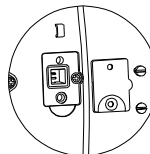

Figura 4-2. Piedini LFT.
2. Rimuovere il coperchio di sicurezza sotto la bilancia e accedere ai due piedini situati in un alloggiamento (vedere la Figura 4-2). Accorciare i piedini (è possibile utilizzare un cacciavite a lama piatta) e contemporaneamente accendere la bilancia. La bilancia esegue la procedura di avvio, quindi nel display viene visualizzato lo stato corrente [LFT OFF] (LFT OFF, sbloccato) o [LFT ON] (LFT ON, bloccato). Premere il tasto 'No' per modificare tale impostazione oppure premere il tasto 'Yes' per confermarne lo stato.